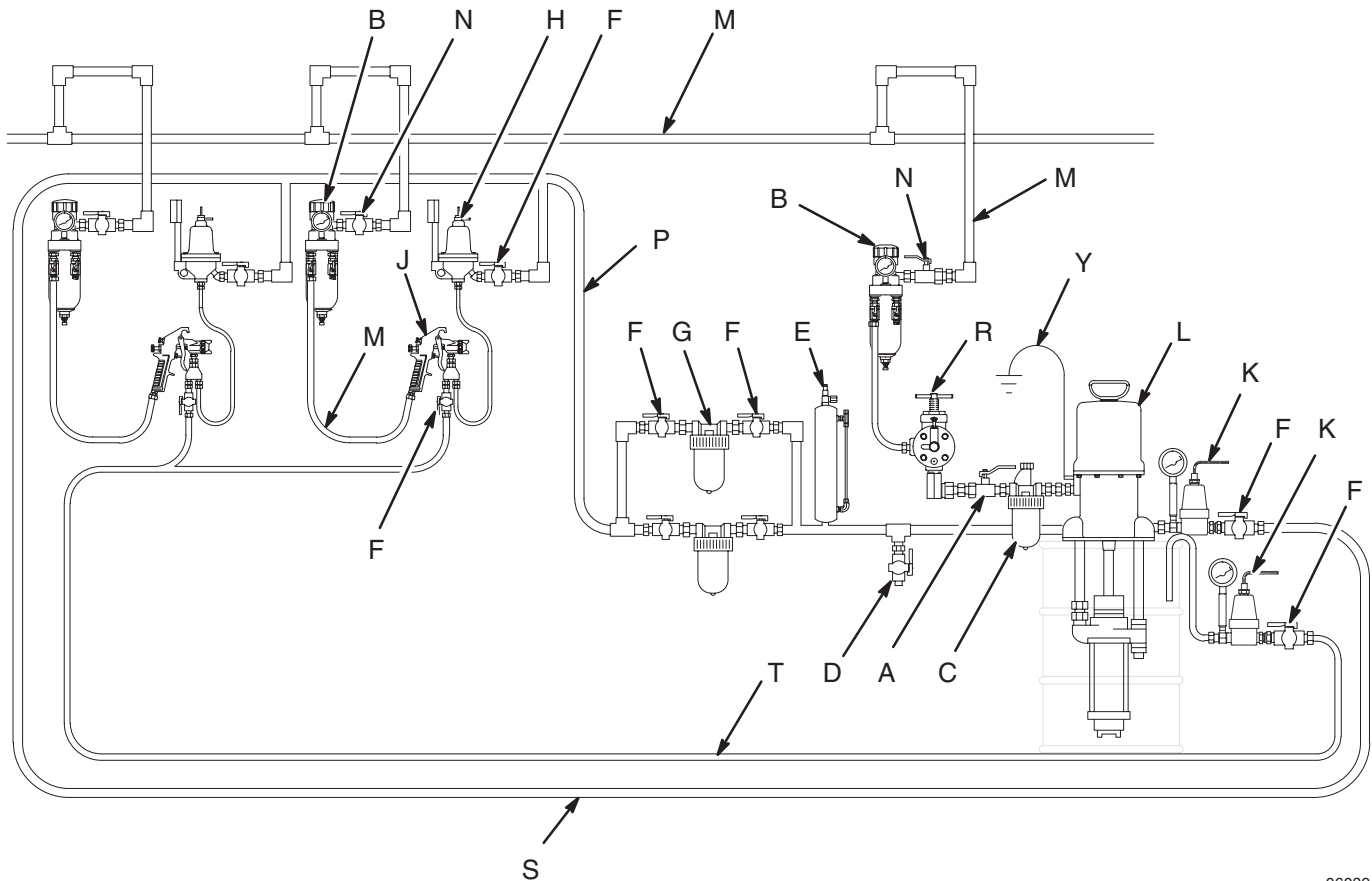

Abb. 2
Abb. 2 ist nur eine Richtlinie zur Auswahl und Installation von Systemkomponenten und Zubehör. Ihr Graco-Händler hilft Ihnen gerne bei der Zusammenstellung eines auf Ihre individuellen Anforderungen abgestimmten Systems.
1. Siehe Abb. 2. Spritzdüse von der Pistole abnehmen. Siehe Pistolen-Betriebsanleitung.
3. Den Luftfilter/Regler (B) an der Pumpe schließen.
4. Materialentlastungsventil (D) schließen.
9. Den Luftfilter/Regler (B) öffnen, bis die Pumpe anläuft. Pumpe langsam laufen lassen, bis die gesamte Luft entwichen ist und das System vollständig mit Material gefüllt ist. Immer mit dem kleinsten Druck arbeiten, der notwendig ist, um das gewünschte Ergebnis zu erzielen. Höherer Druck führt zu vorzeitigem Verschleiß von Düse und Pumpe.